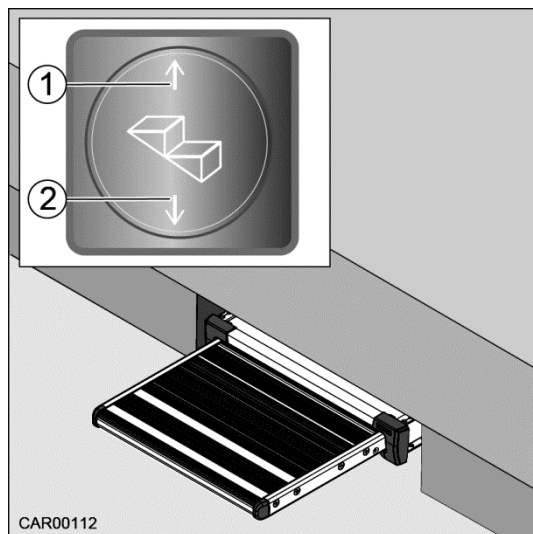

Fig. 9 Marche-pied slide-out
1. Appuyer sur l'interrupteur à bascule (Fig. 9/2) et le marche-pied sort complètement.
1. Appuyer sur l'interrupteur à bascule (Fig. 9/1) et le marche-pied rentre complètement.